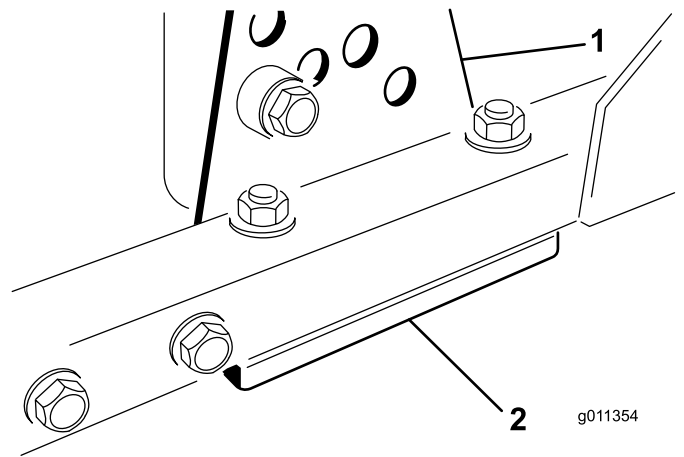

Figura 84
1. Retire el soporte de altura de corte (delantero, izquierdo o derecho) del bastidor de la unidad de corte (Figura 84).
2. Inserte suplementos de 1.5 mm (0.060") y/o 0.7 mm (0.030") entre el bastidor de la unidad de corte y el soporte para obtener el ajuste de altura deseado (Figura 84).